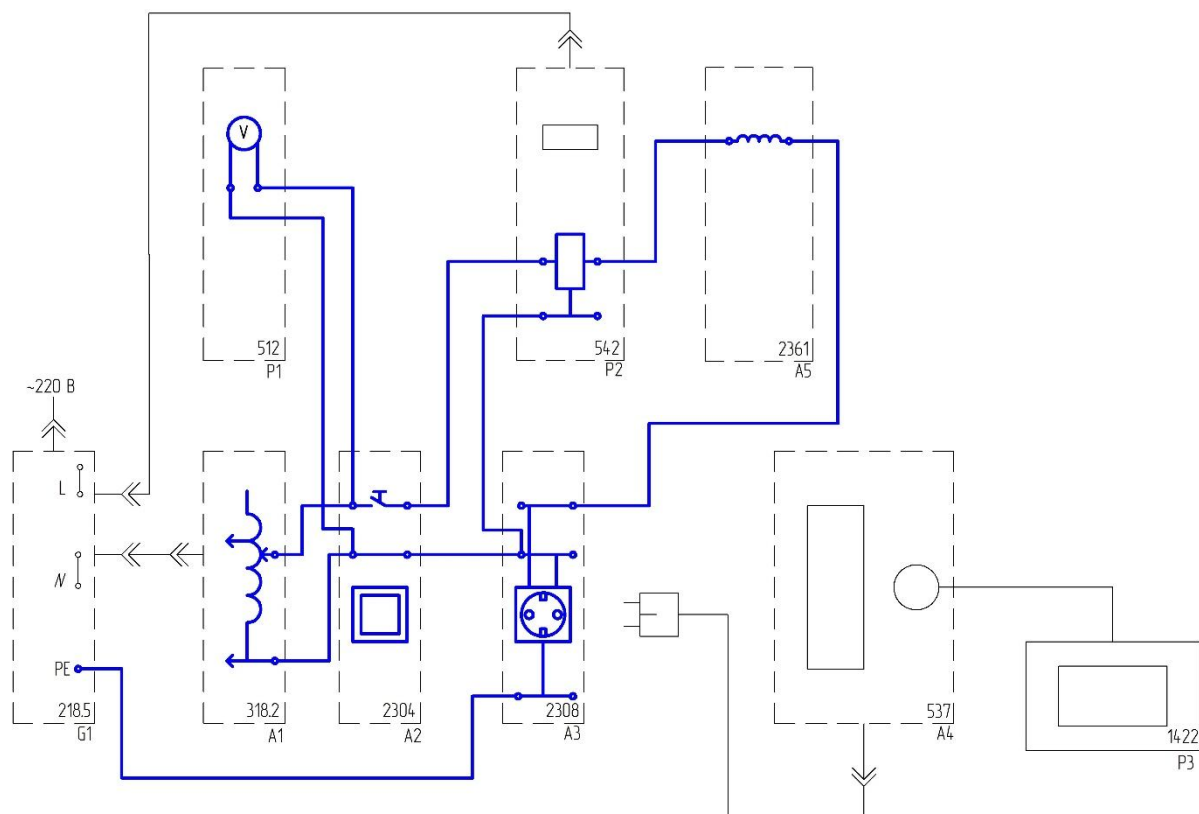

Рис.3.2.
- Соедините аппаратуру в соответствии со схемой электрической соединений, приведенной на рис.3.2.